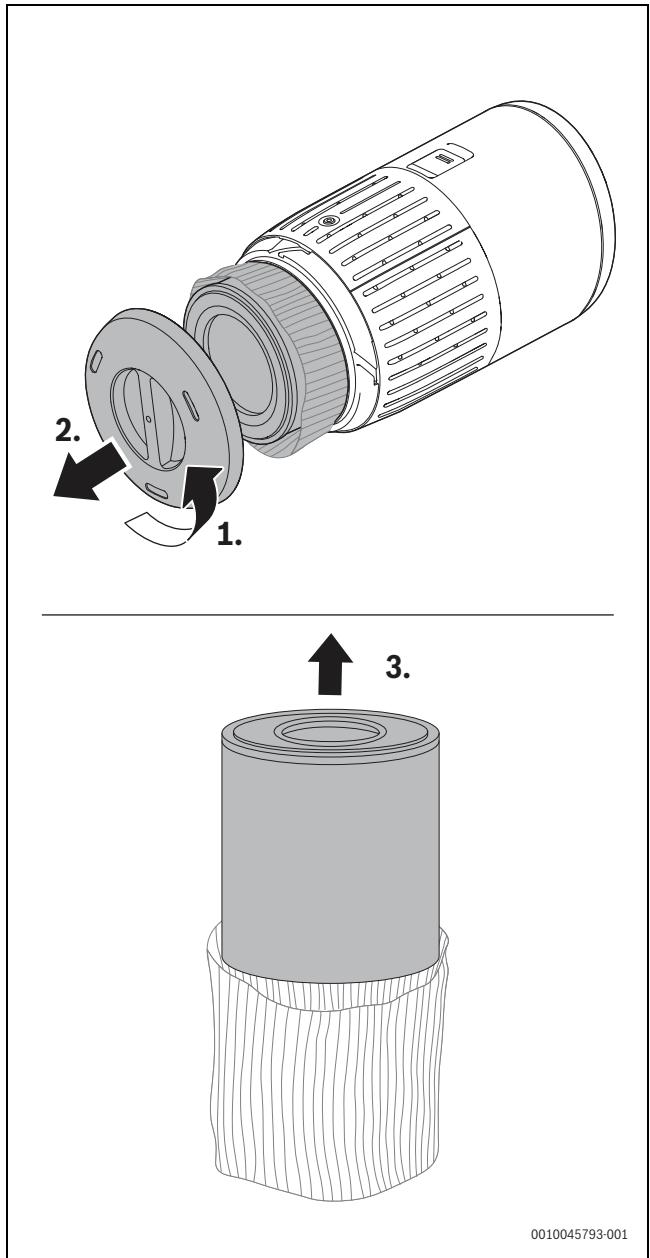

Fig. 30 Træk i bunndækslet, og fjern plastdækslet
- Tag plastafdækningen af det nye filter [→ figur Fig. 30 "Træk i bunddækslet, og fjern plastdækslet"].